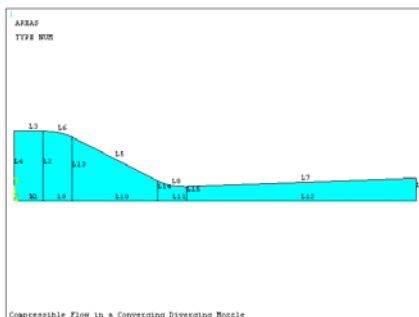
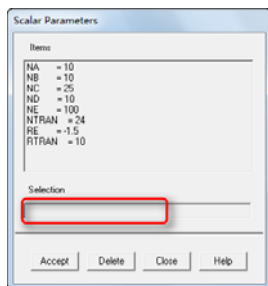

图 6-10 生成的几何模型
图 6-11 “Scalar Parameters”对话框
②⑦单击“Apply”按钮, 会再次弹出“Line Tangent to 2 Lines”对话框, 用鼠标拾取关键点 10, 单击“OK”按钮关闭该对话框。
②⑧依次选择 Main Menu→Preprocessor→Modeling→Create→Lines→Lines→In Active Coord, 会弹出“The Lines in Active Coord”对话框, 用鼠标依次选取关键点 4 和 6。
②⑨单击“Apply”按钮, 会再次弹出“The Lines in Active Coord”对话框, 用鼠标依次选取关键点 6 和 7。
③⑩单击“Apply”按钮, 会再次弹出“The Lines in Active Coord”对话框, 用鼠标依次选取关键点 7 和 9。
③⑪单击“Apply”按钮, 会再次弹出“The Lines in Active Coord”对话框, 用鼠标依次选取关键点 9 和 11, 单击“OK”按钮关闭该对话框。
③⑫依次选择 Main Menu→Preprocessor→Modeling→Create→Areas→Arbitrary→Through KPs, 会弹出“Create Area thru KPs”对话框, 用鼠标依次拾取关键点 2、4、3、1。
③⑬单击“Apply”按钮, 会再次弹出“Create Area thru KPs”对话框, 用鼠标依次拾取关键点 4、6、5、3。
③⑭单击“Apply”按钮, 会再次弹出“Create Area thru KPs”对话框, 用鼠标依次拾取关键点 6、7、8、5。
③⑮单击“Apply”按钮, 会再次弹出“Create Area thru KPs”对话框, 用鼠标依次拾取关键点 7、9、10、8。
③⑯单击“Apply”按钮, 会再次弹出“Create Area thru KPs”对话框, 用鼠标依次拾取关键点 9、11、12、10, 单击“OK”按钮关闭该对话框。
③⑰依次选择 Utility Menu→PlotCtrls→Style→Colors→Reverse Video, ANSYS 显示窗口将变成白色, 窗口将显示所生成的几何模型, 如图 6-10 所示。
④ 划分网格。
①依次选择 Utility Menu→Parameters→Scalar Parameters, 会弹出“Scalar Parameters”对话框, 如图 6-11 所示, 在“Selection”输入框中依次输入